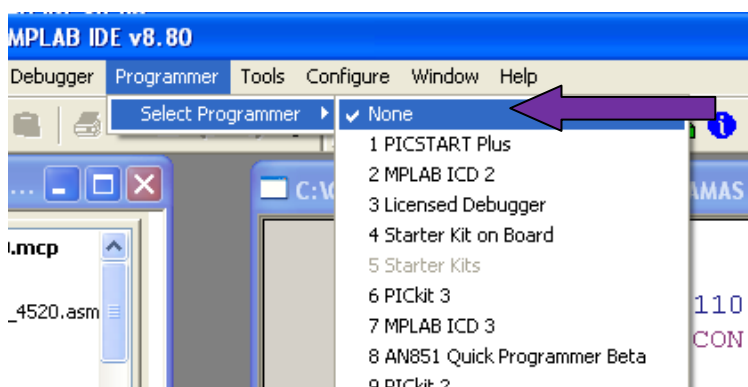

Figura 20
- Obs -> quando estiver utilizando a gravação pelo mlab, o software pickit2 deverá estar fechado, e quando estiver utilizando gravação pelo pickit2, o programador do mlab deverá estar desabilitado (none) conforme figura 20.